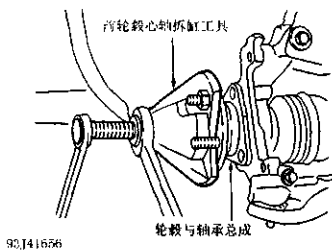

图 3-2 拆卸前轮驱动半轴
①拆卸车轮罩或轮毂罩，松开半轴螺母一圈。升起并支撑汽车。从支柱上拆下制动软管固定卡箍。拆下制动钳，并用钢丝捆在一起。拆下制动钳托架与转子盘。
②拆下半轴螺母与垫圈。用前轮毂芯轴拆卸工具(J-28733-A)迫使半轴脱离轮毂(图3-2)。转动拆卸工具上的螺钉，直到半轴花键恰好松动为止。拆下轮毂与轴承总成，拆下防抱死制动系统传感器(若装有)。